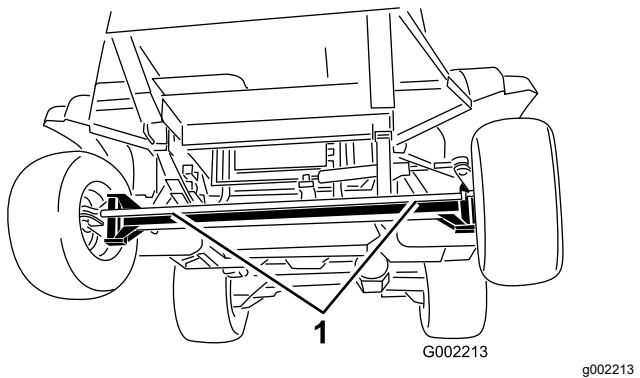
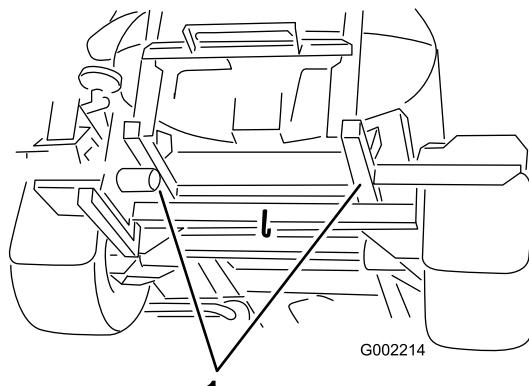

Рисунок 61
Рисунок 62
- Прикрепите буксирный трос к раме; см. описание расположения передних и задних точек крепления для буксировки (Рисунок 61 и Рисунок 62).